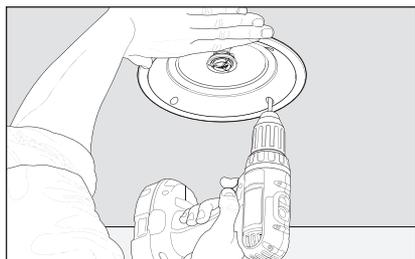

Fig. 5d
10. En soutenant le montage d'une main, serrez chaque vis. Arrêtez de serrer lorsque vous sentez une résistance (Figures 5d et 6d). *IC6-ST et IC6-HT* : Avant de serrer les vis, orientez l'enceinte de façon à ce que les haut-parleurs soient dirigés vers la position souhaitée.